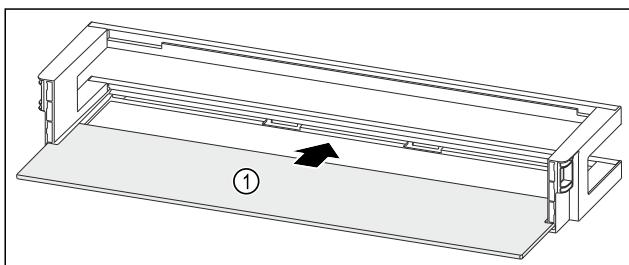

Fig. 197 Türabsteller mit Abstellfläche
- Abstellfläche Fig. 197 (1) in die seitlichen Aussparungen einschieben.